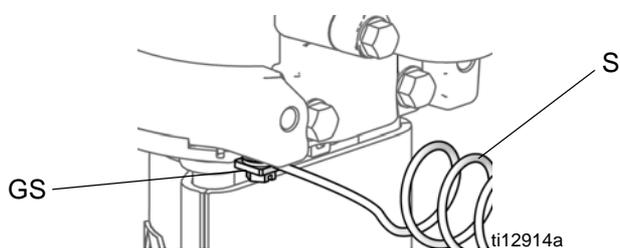

FIG. 4. Parafuso e fio de ligação à terra
Consulte FIG. 4. Verifique se o perno de ligação à terra (GS) está ligado e apertado de forma segura no motor pneumático. Ligar a outra ponta do fio terra (S) a um verdadeiro contacto terra.